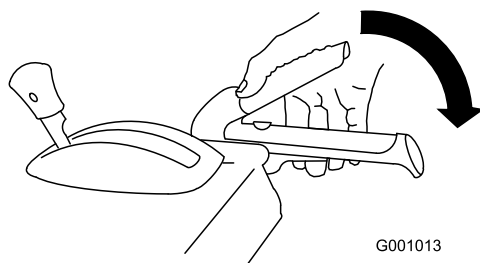

Figure 38
1. Pour engager la vis sans fin/turbine, serrez le levier droit (vis sans fin/turbine) contre la poignée (Figure 38).